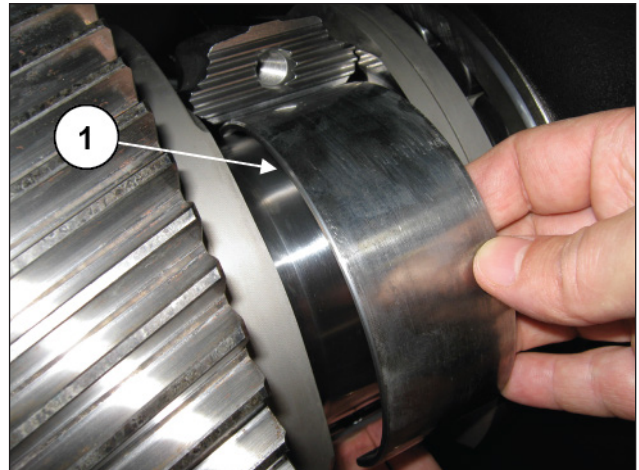

Abb. 32
Ziehen Sie die drei Lagerschalen der Pleuelhälften ab (Pos. ①, Abb. 32).